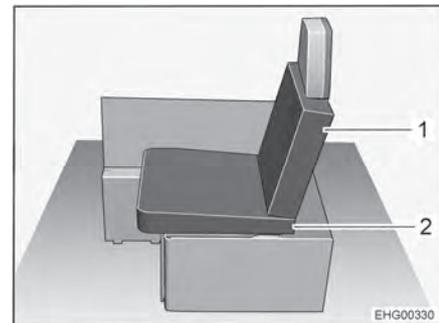

Fig. 24 Después de la transformación
- Colocar uno de los cojines de asiento del banco longitudinal izquierdo sobre el baúl-banco como cojín del asiento (Fig. 24,2). En esto, observar la forma de cuña del cojín del asiento: el cojín del asiento debe estar ligeramente inclinado hacia el respaldo (véase Fig. 24).
- Colocar uno de los cojines adicionales incluidos como cojín del respaldo (Fig. 24,1) en el respaldo del asiento de enchufe.